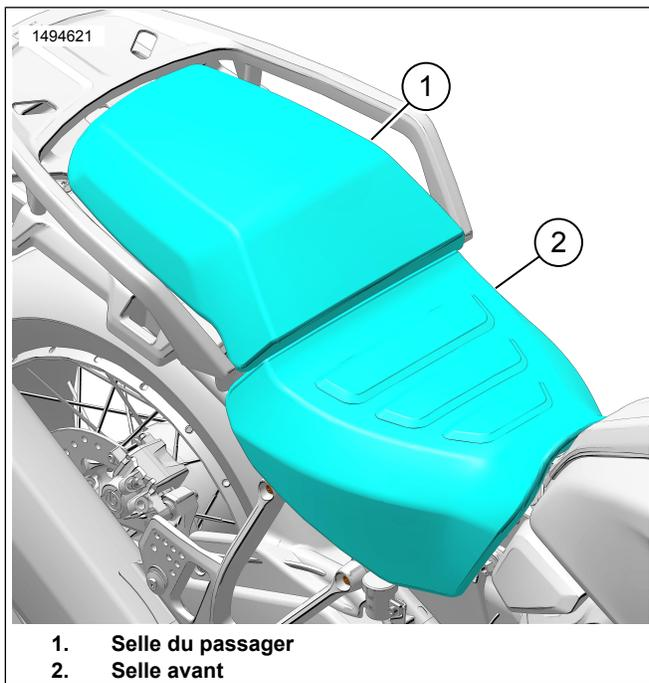

Figure 2. Selle
1. Voir la Figure 2. Retirer la selle du passager (1) et la selle du conducteur (1). Consultez le manuel d'entretien.
1. Voir la Figure 2. Installer la selle du conducteur (2) et la selle du passager (1). Après son installation, tirez sur la selle pour vous assurer qu'elle est bien fixée. Consultez le manuel d'entretien.